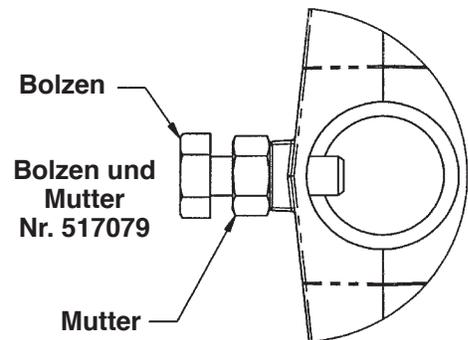

Abbildung 1
1. Den Bolzen an der Vorderseite der Aufnahme lockern. Siehe Abbildung 1.